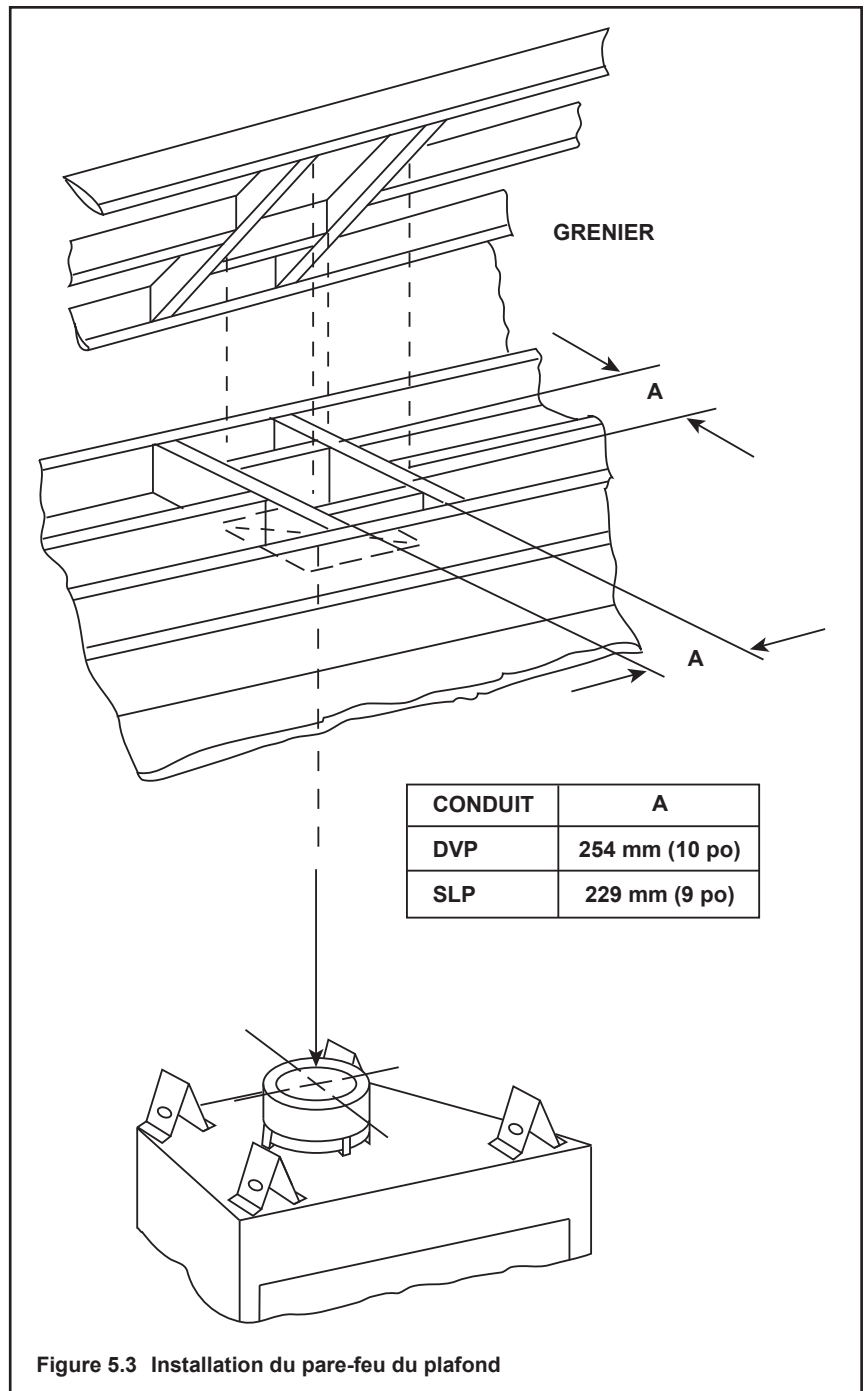

Figure 5.3 Installation du pare-feu du plafond
- **Conduit DVP seulement** - encadrez une ouverture de 254 x 254 mm (10 x 10 po) chaque fois que le conduit d'évacuation des gaz traverse un plafond/plancher. Voir la figure 5.3.
- **Conduit SLP seulement** – Ouverture du coffrage 229 x 229 mm (9 x 9 po) quand le conduit d'évacuation traverse un plancher/plafond. Voir la figure 5.3.